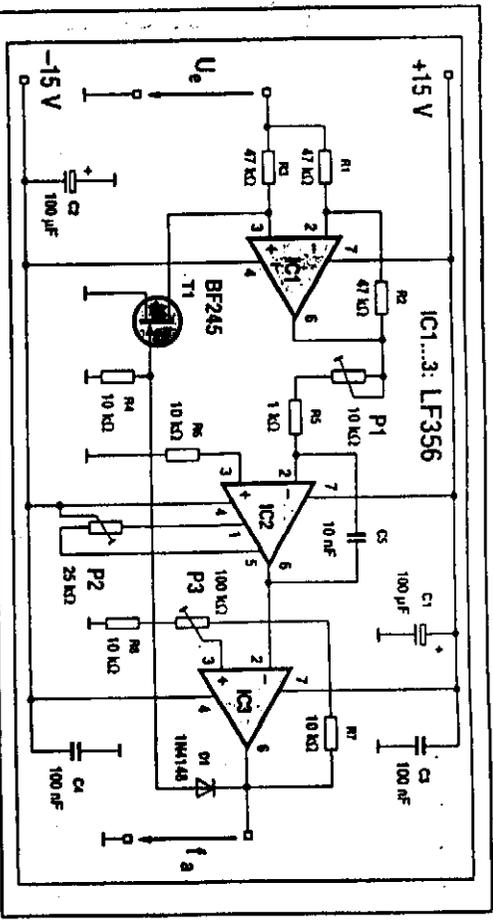

Bild 103: Hier erzeugt man mit Hilfe einer veränderlichen Eingangsspannung eine variable Ausgangsfrequenz.
■ Und so ein VCO funktionieren nach dem Schema, das Sie im Bild 103 hier rechts sehen: Kernstück dieser Schaltung ist ein Integrator, den Sie aus Teil 9 dieser Grundlagenserie kennen: hier ist er mit dem OpAmp IC2 und dem RC-Glied  $R_5/C_5$  aufgebaut. Bei konstanter Eingangsspannung, die hier über  $P_1/R_5$  zugeführt wird, steigt die Integrator-Ausgangsspannung zeitlinear an, und zwar mit umgekehrtem Vorzeichen wie die eingespisete Spannung.